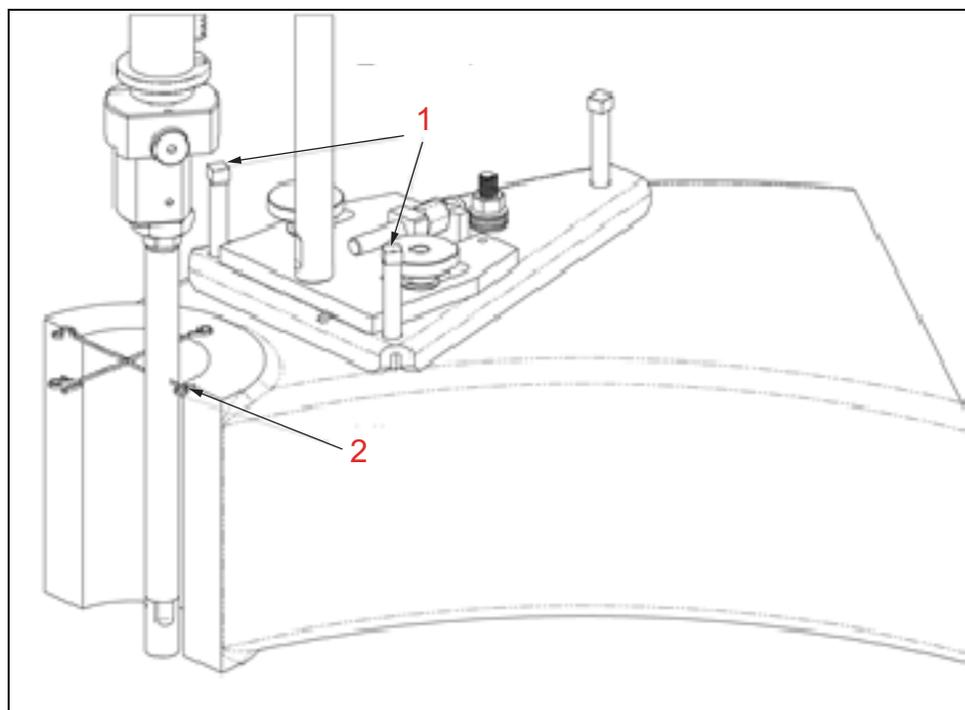

РИСУНОК 3-5. ВЫРАВНИВАНИЕ ПО ПОЛОЖЕНИЮ 9 ЧАСОВ
4. Отрегулируйте передние винтовые расширители на регулируемом основании (см. Рис. 3-5.) до необходимого положения, чтобы удлинитель располагался параллельно отверстию.